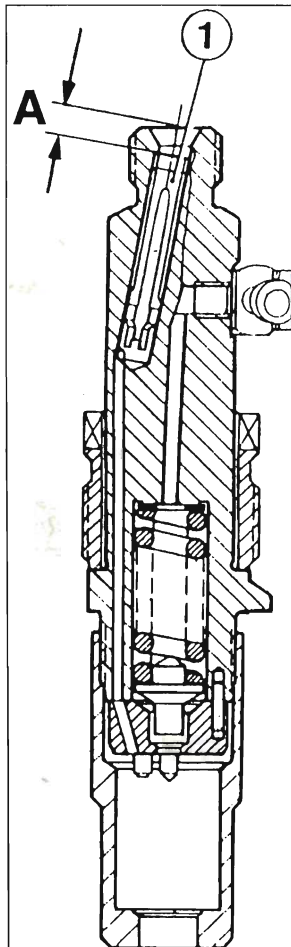

Рис. 1.66. Положение фильтра в корпусе форсунки
**Примечание:** может случиться, что даже после проведения контрольных и проверочных операций в работе автомобиля наблюдаются некоторые anomalies: недостаточная тяга, повышенный расход топлива, повышенное дымление на выхлопе, сопровождаемое стуком двигателя. В этом случае рекомендуется проверить положение фильтра в канале корпуса форсунки. Если расстояние А (см. рис. 1.66) не находится в пределах  $5 \pm 0,3$  мм, корпус форсунки следует заменить.